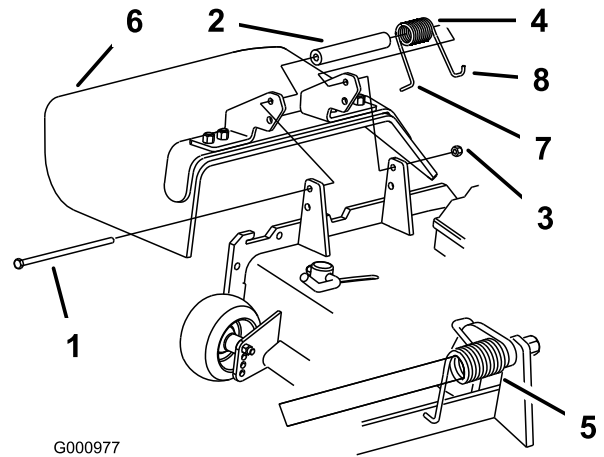

Figura 85
1. Retire la contratuerca, el perno, el muelle y el espaciador que sujetan el deflector a los soportes de pivote (Figura 85). Retire el deflector de hierba dañado o desgastado.
- Nota:** Asegúrese de colocar el extremo en L del muelle detrás del reborde de la plataforma antes de instalar el perno, según muestra Figura 85.
3. Instale el perno y la tuerca. Coloque el extremo en **J** del muelle alrededor del deflector de hierba (Figura 85).